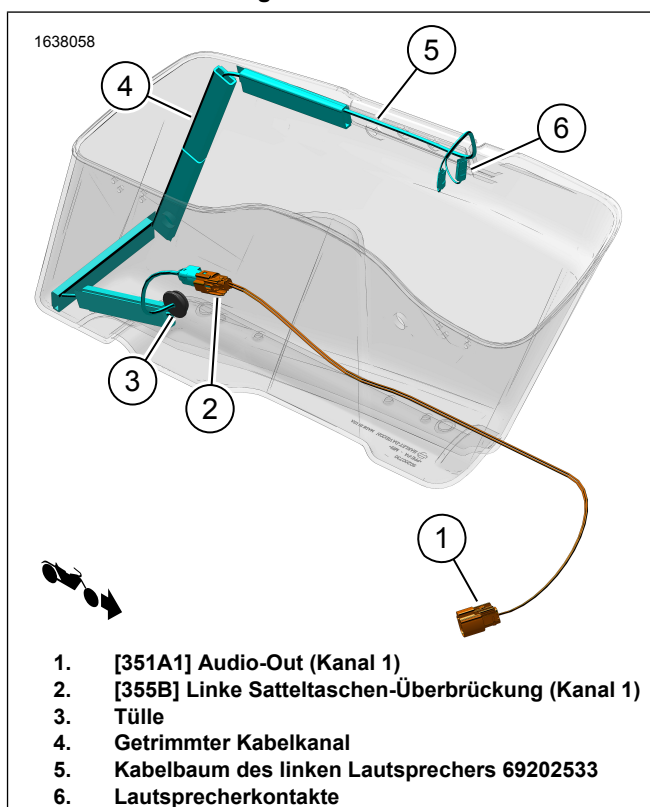

Abbildung 4. Verlegung des linken Satteltaschenkabelbaums
12. Abbildung 4 Linken Lautsprecherkabelbaum einbauen.
- b. Abbildung 4 Kabelbaum (5) wie abgebildet verlegen.
- a. Abbildung 16 [355B] (1) des Überbrückungskabelbaums (2) an den Kabelbaum des linken Satteltaschenlautsprechers (5) anschließen. Abbildung 4